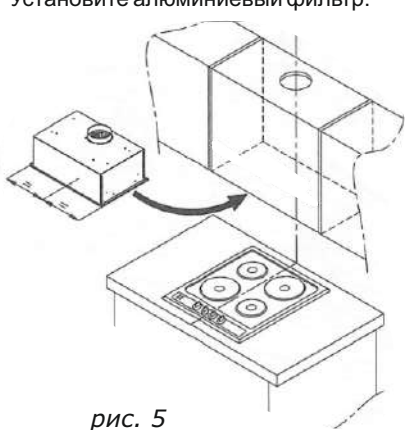
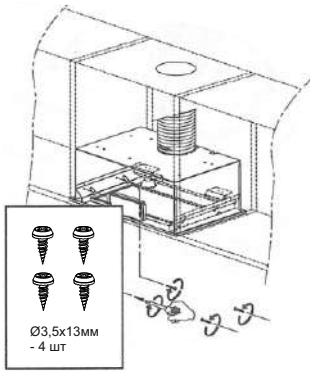

рис. 5
рис. 6
6.1 Монтаж кухонной вытяжки (КВ) к подвесному элементу мебели над плитой (рис. 5, 6).
- Установите кухонную вытяжку вместо нижней панели подвешенного элемента мебели (рис. 5) и закрепите кухонную вытяжку винтами самонарезающими Ø3,5х13 (рис. 6).